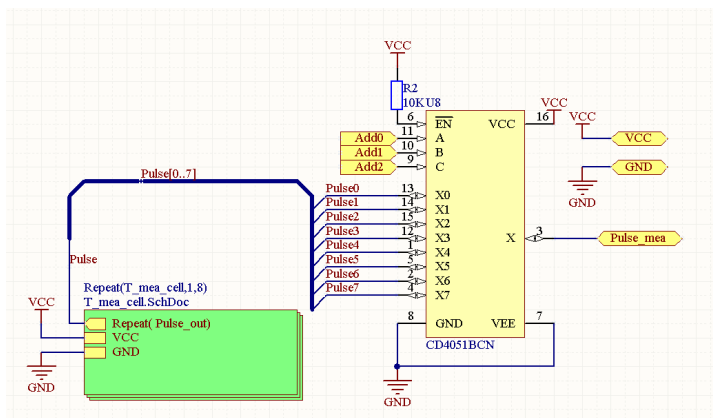

图 4.30 绘制的电路
(10) 在原理图中添加其他元件，绘制如图 4.30 所示的电路图。